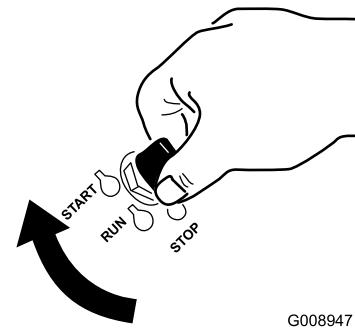

Figure 21
6. Tournez la clé de contact à la position DÉMARRAGE (Figure 21). Relâchez la clé quand le moteur démarre.